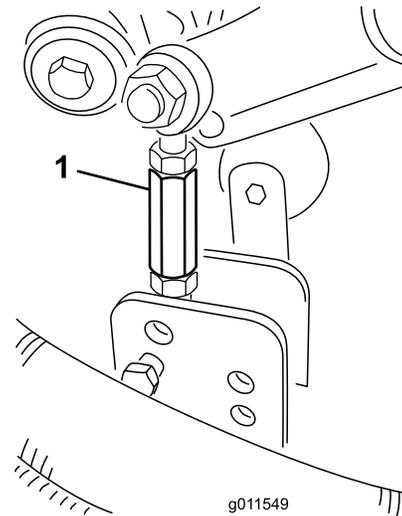

Figura 23
10. Retire los pasadores de horquilla y las chavetas que fijan los acoplamientos de los amortiguadores a los soportes de la unidad de corte (Figura 23).